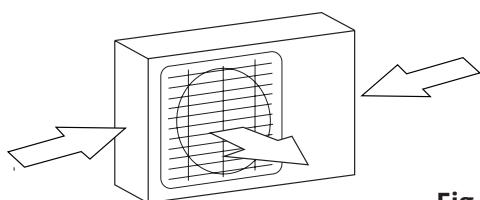

Fig. 5.1
- ☒ Daca locatia este expusa la vant puternic (in apropierea marii), unitatea va fi montata in apropierea unui perete, pentru a fi protejata. Daca este posibil asigurati un acoperis (fig. 5.1&5.2).